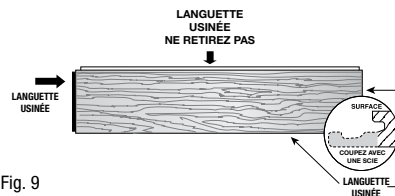

Fig. 9
- Préparez la planche de remplacement en enlevant la partie inférieure de la rainure à l'extrémité et sur le côté (Fig. 9).